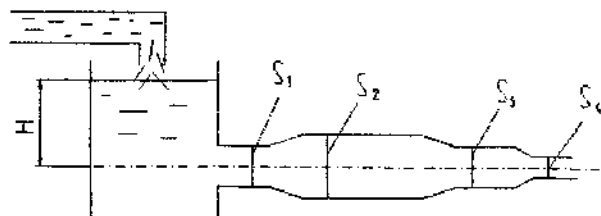

Рисунок 9
21. Витікання води із бака проходить по системі труб змінного перерізу. Нехтуючи опорами, визначити швидкість витікання V , витрати Q і побудувати п'єзометричну лінію, якщо напір H , а площа перерізів труби S_1, S_2, S_3, S_4 . (Рис. 9).